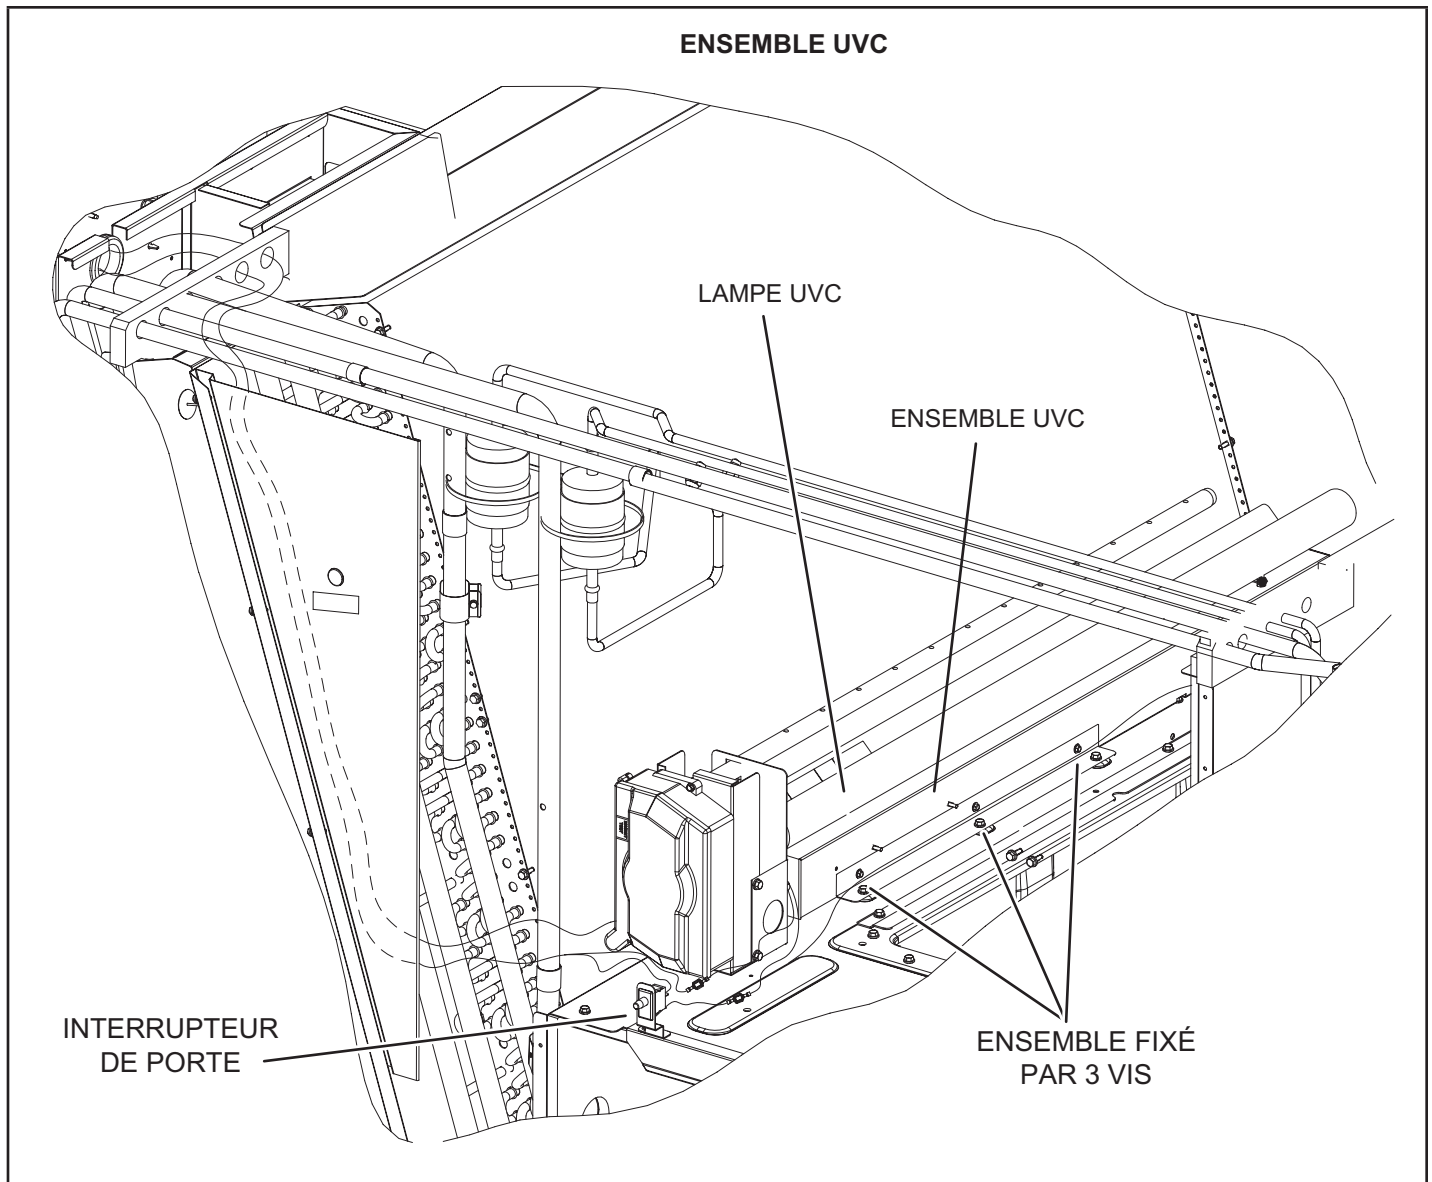

FIGURE 44
Lorsque la lampe UVC est installée en usine, elle est expédiée dans de la mousse. La lampe est fixée à l'ensemble UVC sur le support du ventilateur. Reportez-vous à la FIGURE 44. Retirez la lampe et installez-la dans le dispositif pour lampe UVC en suivant les étapes 2 à 11.
- 5 - Retirez et conservez les 3 vis qui fixent l'ensemble UVC. Sortez délicatement l'ensemble UVC en le faisant glisser par la porte d'accès au ventilateur. Reportez-vous à la FIGURE 44.
- 8 - Placez délicatement l'ensemble UVC sur le support du ventilateur. Alignez les trous de fixation de l'ensemble UVC sur les trous de fixation du support du ventilateur. Voir FIGURE 44. Utilisez les vis fournies pour fixer l'ensemble UVC.